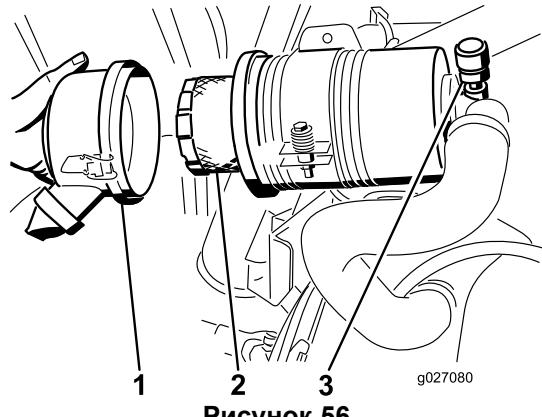

Рисунок 56
- Снимите и замените фильтр (Рисунок 56).